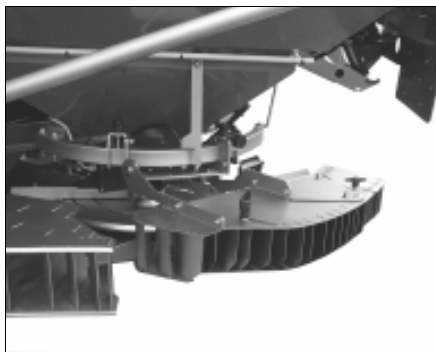

Fig. 27
- Sänk med hjälp av hydrauliken ner gränsspridningsskärmen i arbetsläge (Fig. 27)